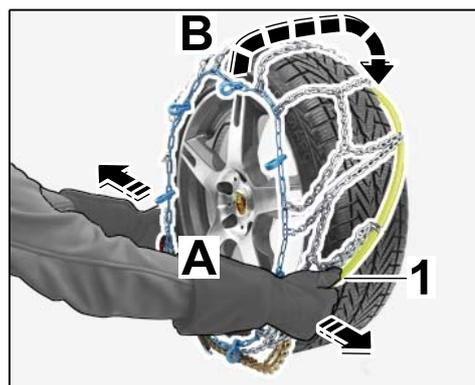

Figura 4
- 2.1.3 Allargare il più possibile le estremità della staffa della molla in acciaio (⇒ *Figura 4-A-*) e inserire la catena da neve dall'alto sulla ruota (⇒ *Figura 4-B-*).